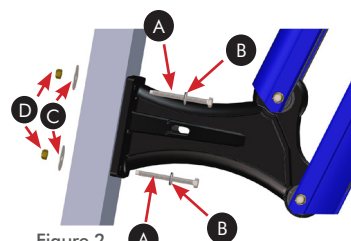

Figure 2
4. Avec une clé d'un 1/2 po et une douille de 1/2 po, fixez le support de fixation au tableau arrière des (4) boulons entièrement filetés pour tableau arrière 5/16 po x 3,5 po **(A)**, des (4) rondelles neo-bond 5/16 po **(B)**, des (4) rondelles larges 5/16 po **(C)** et des (4) grands écrous en laiton 5/16 po **(D)**. Les rondelles neo-bond avec revers en caoutchouc **(B)** protégeront la surface revêtue de poudre du support de fixation ; elles ne doivent pas être trop serrées. **FIG. 2** Les rondelles neo-bond **(B)** ne sont pas requises pour les pales de 3 mètres.